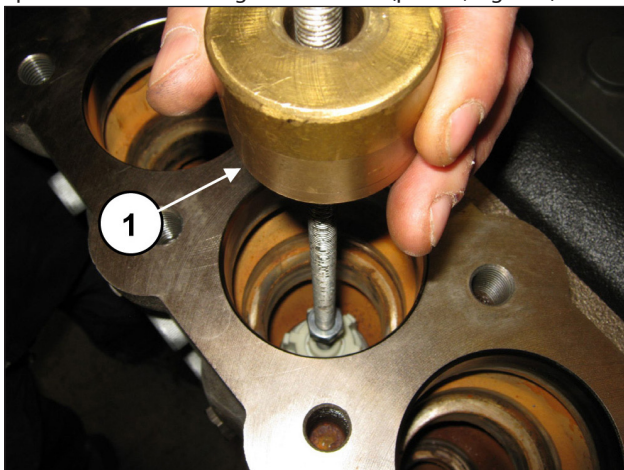

Fig. 101
Extraia o grupo da válvula de aspiração mediante o uso de um extrator de mecanismo de percussão (cód. 27516400) para aplicar no furo M10 do guia da válvula (pos. ①, Fig. 101).